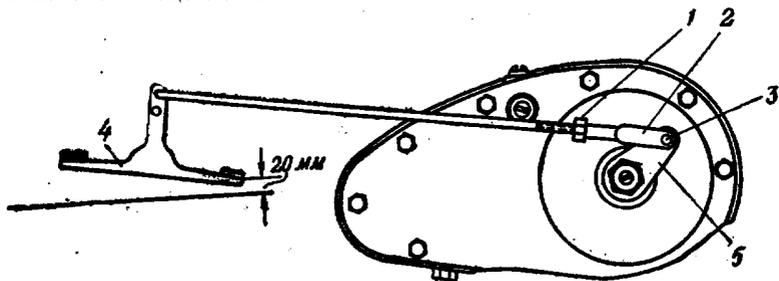

Рис. 27. Привод муфты сцепления:
3. Отвернуть контргайку 1 (рис. 27) регулировочной вилки 2 на заднем конце тяги сцепления.